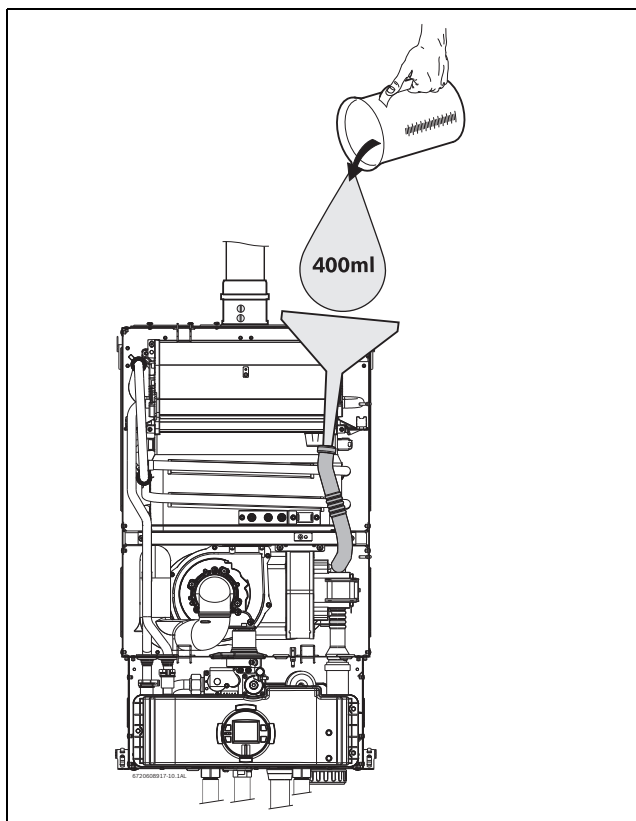

Рис. 34 Заповнення сифону після встановлення.
- ▶ Заповніть сифон, заливши приблизно 400 мл води у дренажну трубку. Щоб не пошкодити апарат, скористайтеся лійкою для цієї операції, див. Рис. 34.